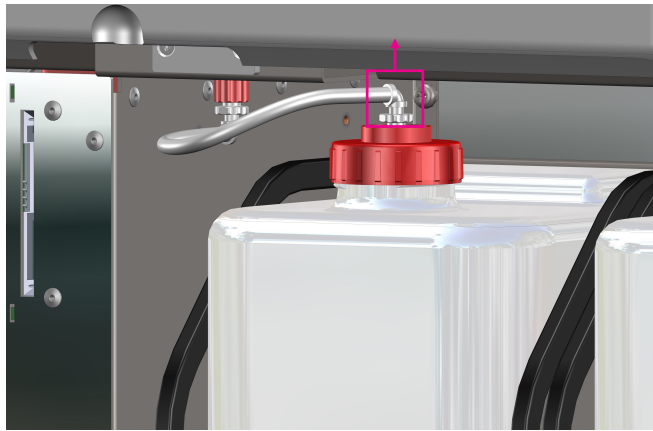

Abbildung 56
4. Trennen Sie den LUER-Anschluss vom Schraubverschluss der Abfallflasche (Abbildung 56).